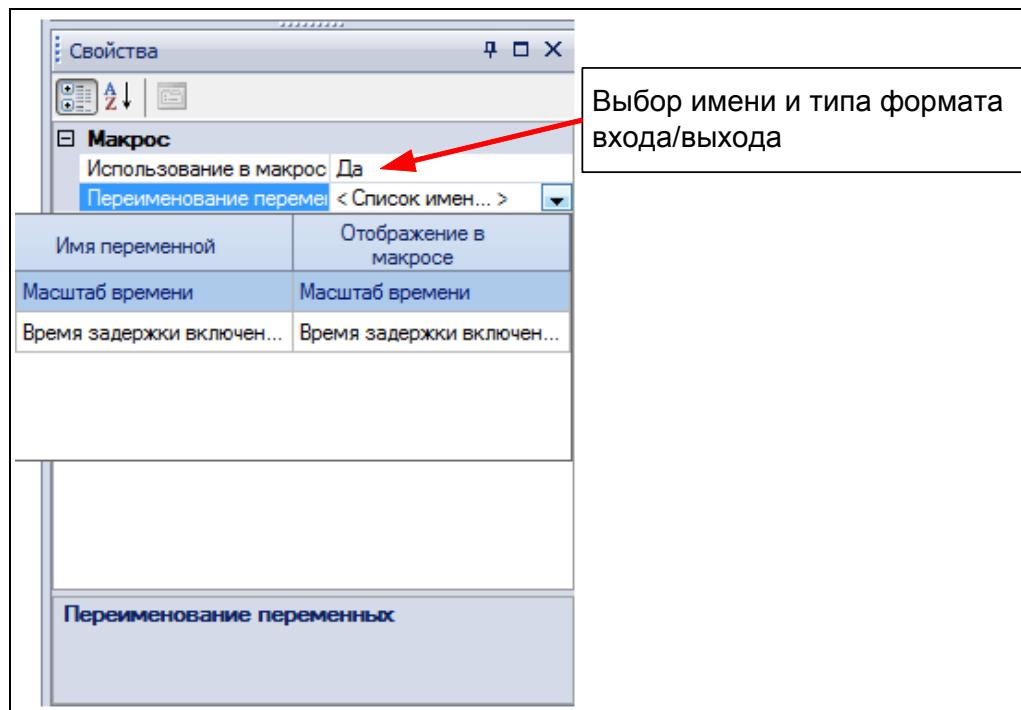

Рисунок 3.28 – Задание «видимости» уставок в коммутационной программе
- д) задание «видимости» из коммутационной программы уставок функциональных блоков (см. рисунок 3.28).